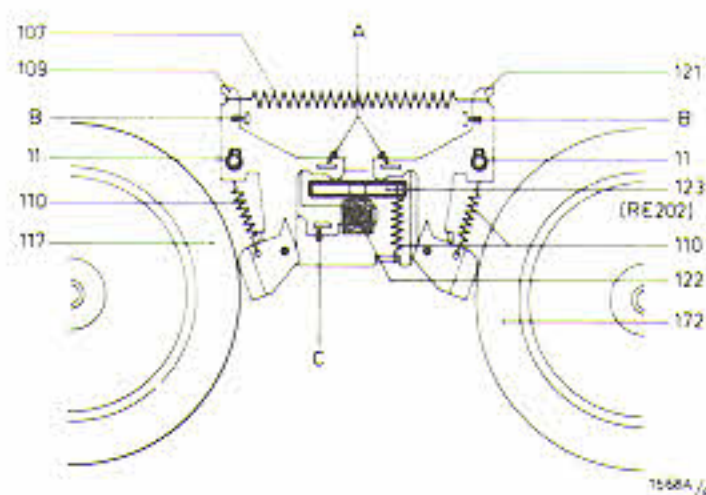

Fig. 9
Einstellung der Bremsmagneten und der Bremsen (Fig. 9, 10)
- Bei erregtem Magneten soll der Abstand zwischen den Bremsschuhen an den Bügeln 109 und 121 und den Spulentellern 0,6-0,7 mm sein. Einstellen durch Biegen der Zungen A. Es soll darauf geachtet werden, dass der Abstand links und rechts gleich ist (Fig. 9).
- Bei umgekippten Bremsschuhen (runde Kante der Bremsschuhe gegen die Spulenteller) soll der Abstand zwischen den Magnetanker und den Bremsbügeln (109 und 121) 0,3 bis 0,4 mm sein. Einstellen durch Biegen der Zunge C (Fig. 9).
Einstellen durch Kürzen der Feder 107 (Fig. 9) oder durch Dehnen oder aber durch Ersatz derselben.